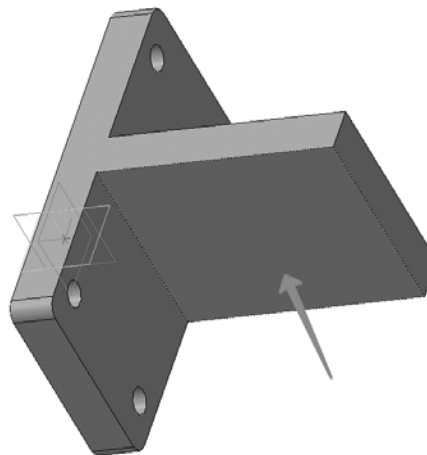

Рис. 65. Выбор конечной поверхности
6.6 Поверните модель и укажите обратную грань опорной площадки (рис. 65).